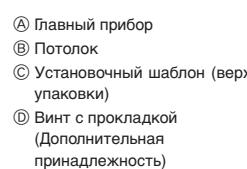

Fig. 3-6
- Убедитесь в том, что операция А выполняется в пределах 17-22 мм. Несоблюдение данного предела может в результате привести к повреждениям. (Fig. 3-6)